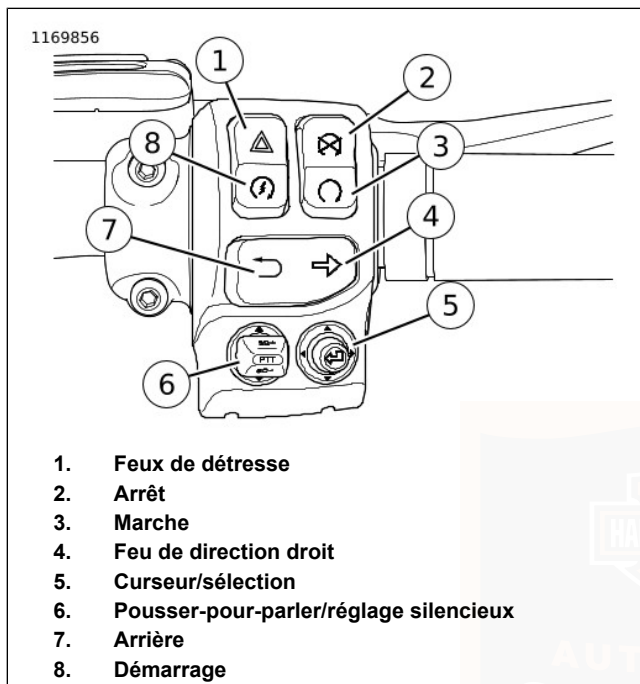

Figure 37. Module de commutateur de droite du guidon
1. Voir Figure 37. En présence d'un porte-clés du système de sécurité attribué, mettre le commutateur MARCHE/ARRÊT en position MARCHE. Ne pas pomper la commande des gaz.